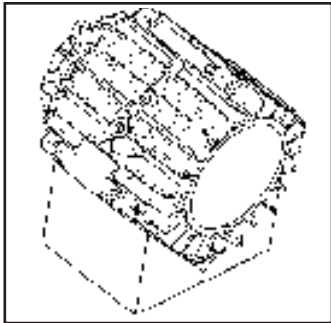

Figura 25
1. Coloque el cuerpo del compresor, con los orificios hacia abajo, sobre un bloque en V o un soporte adecuado, como muestra la figura 25. Tenga cuidado de evitar toda contaminación durante el montaje. Todas las superficies internas del cuerpo, del rotor, de las aletas y de los fondos DEBERÁN no deberán tener residuo alguno ni grasa.